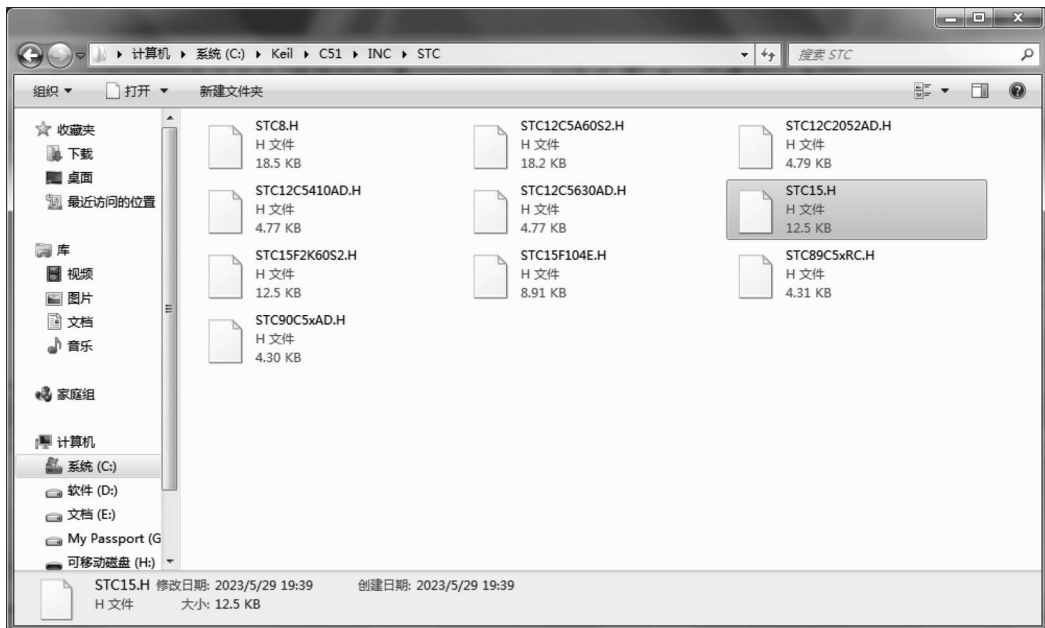

图 1-1-25 生成的 STC 单片机头文件
(3) 查看 STC 的头文件。添加的头文件在 Keil 的安装目录的子目录下，如 C:\Keil\C51\INC\STC，打开 STC 文件夹，即可查看添加的 STC 单片机的头文件，如图 1-1-25 所示。其